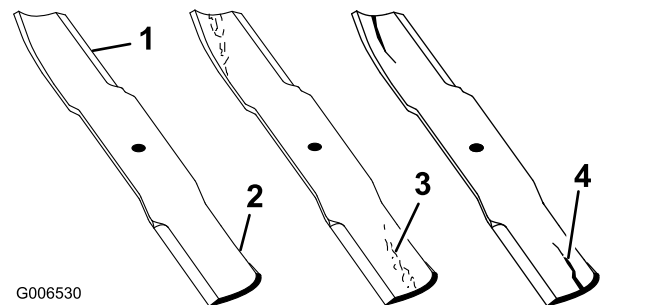

Figure 99
1. Examinez le tranchant des lames (Figure 99).
4. Remplacez immédiatement toute lame fendue, usée ou qui présente une entaille (Figure 99).